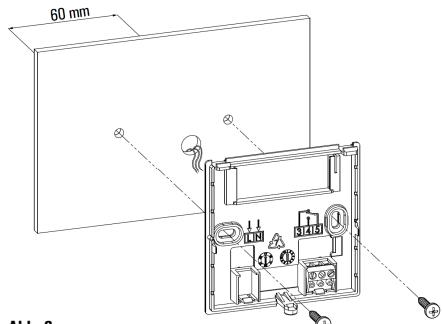

Abbildung 6
- 4** Befestigen Sie den Sockel, direkt an der Wand oder an Abzweigdosen mit 2 Modulen durch die beiden Schraubenbohrungen mit 60 mm Achsabstand; dabei darauf achten, die Kabel durch den Schlitz zu führen, wie in Abb. 6.